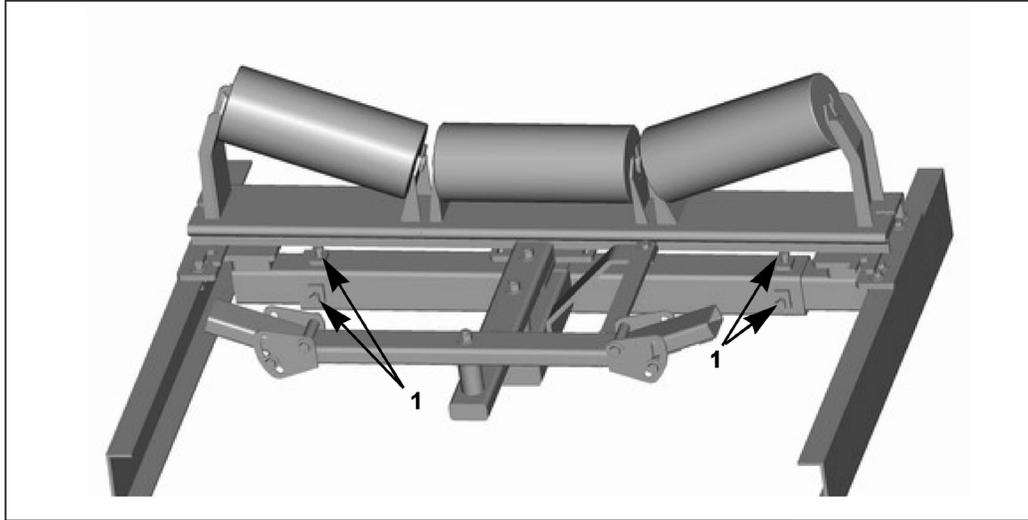

Fig. 21: Apriete de los tornillos de sujeción
10. Apriete los tornillos de sujeción (1, Fig. 21).